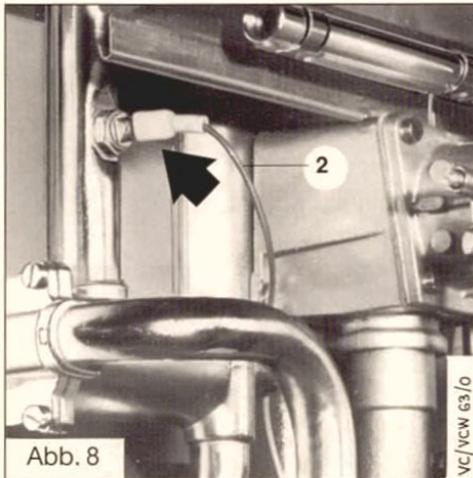

Abb. 8
Das zweiadrige Anschlußkabel (5) in die Nähe des NTC (siehe Abb. 8) führen. Die Anschlußbader (2) durchtrennen und mittels der Lüsterklemme (4) am Anschlußkabel (5) anklennen.